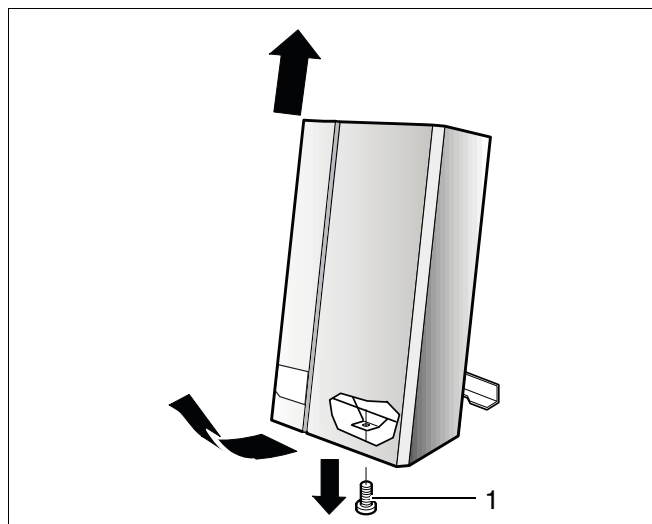

Abb. 37 Verkleidung abnehmen
- Halteschraube (Abb. 37, Pos. 1) lösen und Verkleidung abnehmen.
- Halteschraube lösen und Verkleidung abnehmen (Abb. 37, Seite 26).